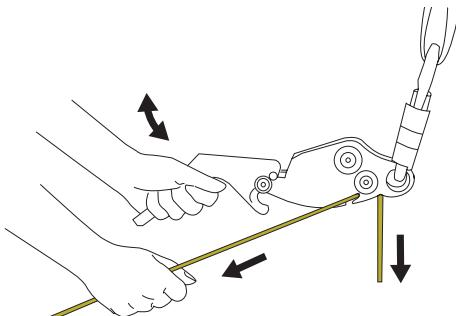

Bild 7
- Du reglerar nedfirringens hastighet genom att hålla ena handen på handtaget och andra handen på linan under bromsen. Börja med linan i vinkel ut från spåret. Se till att nedfirningsbromsen är upp och nedvänt. Starta nedfirringen genom att dra handtaget uppåt (bild 7). Tryck ned eller släpp handtaget om du vill avbryta nedfirringen. Öka eller minska friktionen genom att låta linan löpa in i eller bort från den smala delen av spåret (se bild 3B). Håll alltid i linan under bromsen med ena handen så att nedfirringen blir mer kontrollerad.